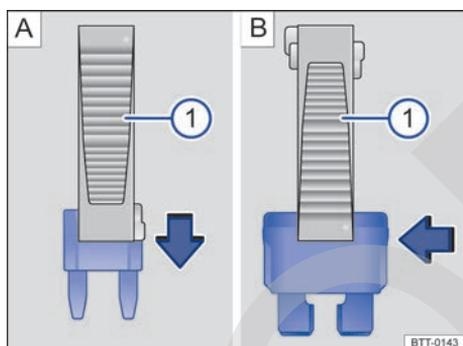

Fig. 179 Quitar o instalar un fusible con la garra de la pinza de plástico 1.
- De ser necesario, retirar la pinza de plástico → fig. 179 1 de la cubierta de la caja de fusibles.
- En caso de *fusibles pequeños*, encajar la garra 1 por encima → fig. 179 A.
- En caso de *fusibles mayores*, empujar la garra 1 lateralmente sobre el fusible → fig. 179 B.